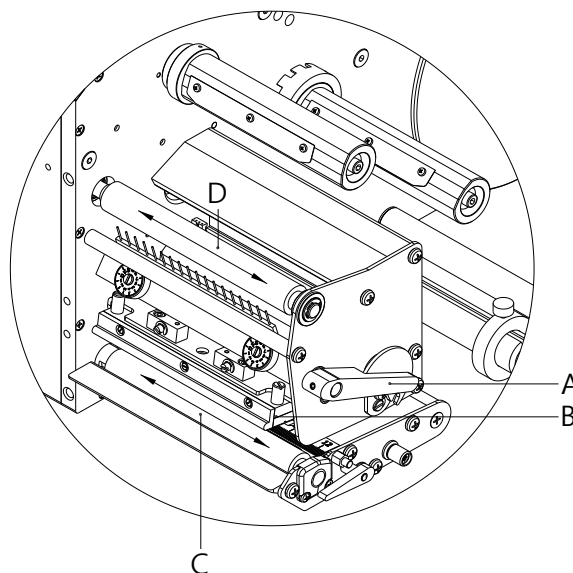

Figura 5
1. Gire la palanca negra (A, Figura 5) en sentido contrario a las agujas del reloj para levantar el cabezal de impresión.